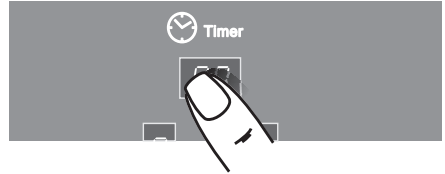

Рис.19
2. Перевести таймер в режим управления касанием зоны «(5)». В окне индикации программируемой конфорки высветится ноль (рис. 19).